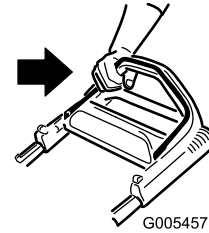

Bild 12
1. Halten Sie den Schaltbügel gegen den Griff gedrückt (Bild 12).